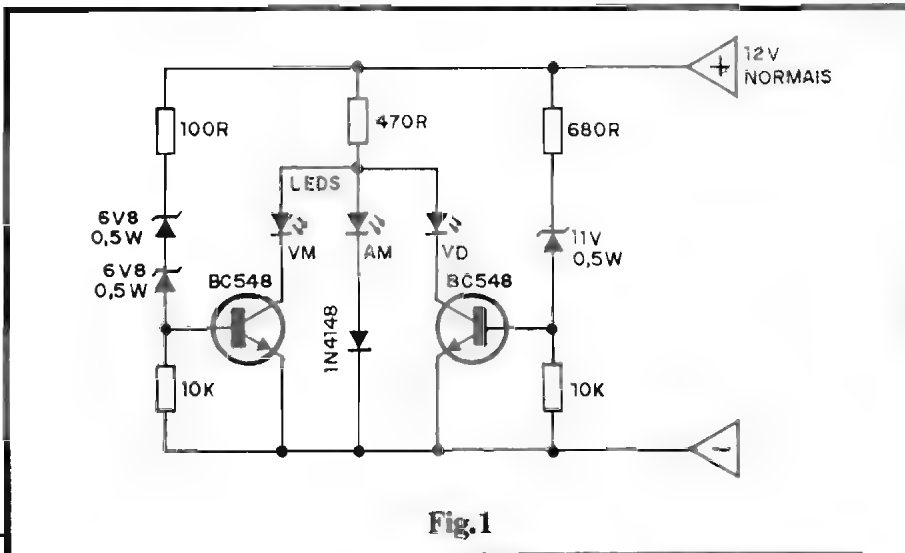

Fig.1
- FIG. 1 - O CIRCUITO - Aproveitando criteriosamente as características de dois transistores super-comuns (admitem diversas equivalências...) tipo BC548, diodos comuns e zener (estes com seus níveis de Tensão rigorosamente determinados...), além dos parâmetros de "queda de voltagem" dos próprios LEDs indicadores (vermelho, amarelo e verde...), um arranjo ao mesmo tempo elementar e preciso
quemático dos LEDs (rever fig. 1) e